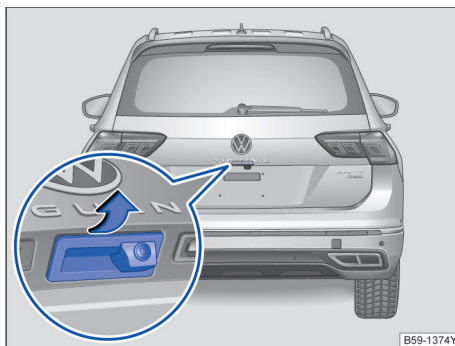

图 60 从车外打开行李厢盖
钥匙在行李厢盖的有效感应范围内，可以直接通过按压行李厢盖上的按钮打开后盖 → 图 60。
- 向上拉起图示按钮→图 60，打开行李厢。
– 操作拉手按钮→图 60。